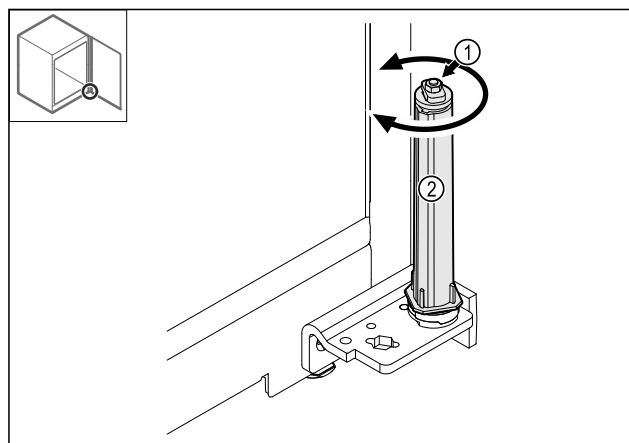

Fig. 41
► 切勿毁坏关门系统的螺旋接合点 Fig. 41 (1)。
► 转动关门系统 Fig. 41 (2)，直至听到咔嚓声。